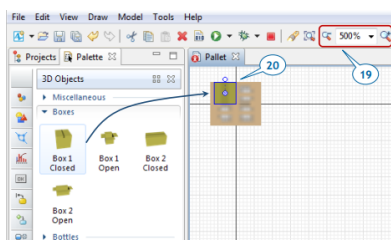

Рисунок 12.13 – Закритий об’єкт
- перетягніть об’єкт *Box 1 Closed* у верхній лівий куток палети (рис. 12.13).